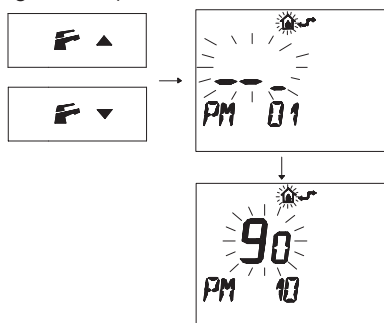

Figura 5.51
- Premere i pulsanti  o  per visualizzare la programmazione "PM10" selezione della frequenza di accensione (Figura 5.51).
Nella Figura 5.51 si visualizza un SET programmato di **90** corrispondente ad un tempo di riaccensione di 3 minuti circa.